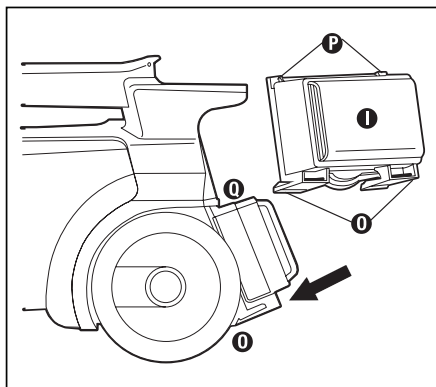

Fig. 14
Étape 1 : Introduisez fermement les onglets de coin supérieur du filtre ① sous les onglets arrière du carter ③ (Fig. 14).
Étape 2 : Faites pivoter le filtre ① vers le bas jusqu'à ce que les crochets ② on filter click securely into place on the cleaner (Fig. 14).